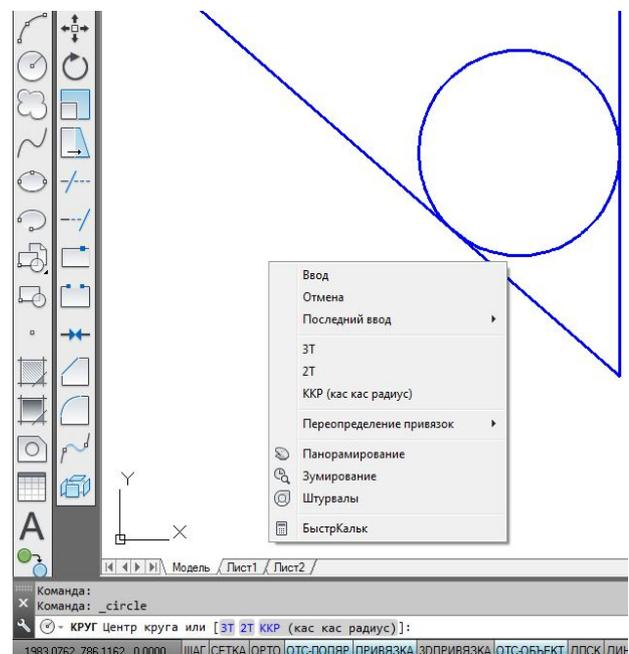

Рис. 12. Выполнение окружности с помощью опции **ККР**
**ККР** – по радиусу касательно к двум указанным объектам (рис. 12).